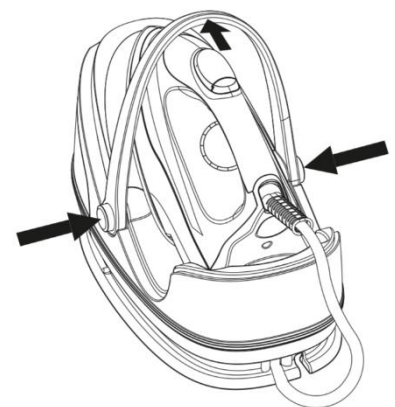

Fig.1
3. Zdejmij folię ochronną, naklejkę lub kartę ze stopy. (Rys. 1)